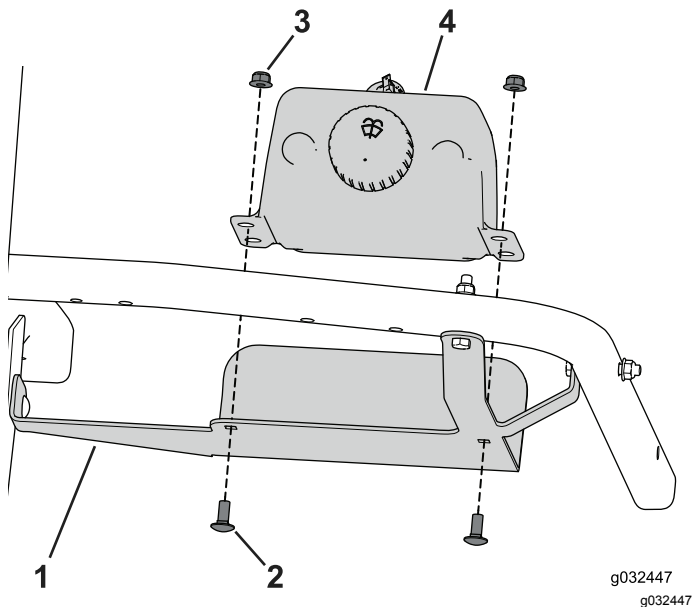

Figura 31
3. Sujete el depósito del lavaparabrisas al soporte con 2 pernos de cuello cuadrado (5/16" x 3/4") y tuercas con arandela prensada (Figura 31).